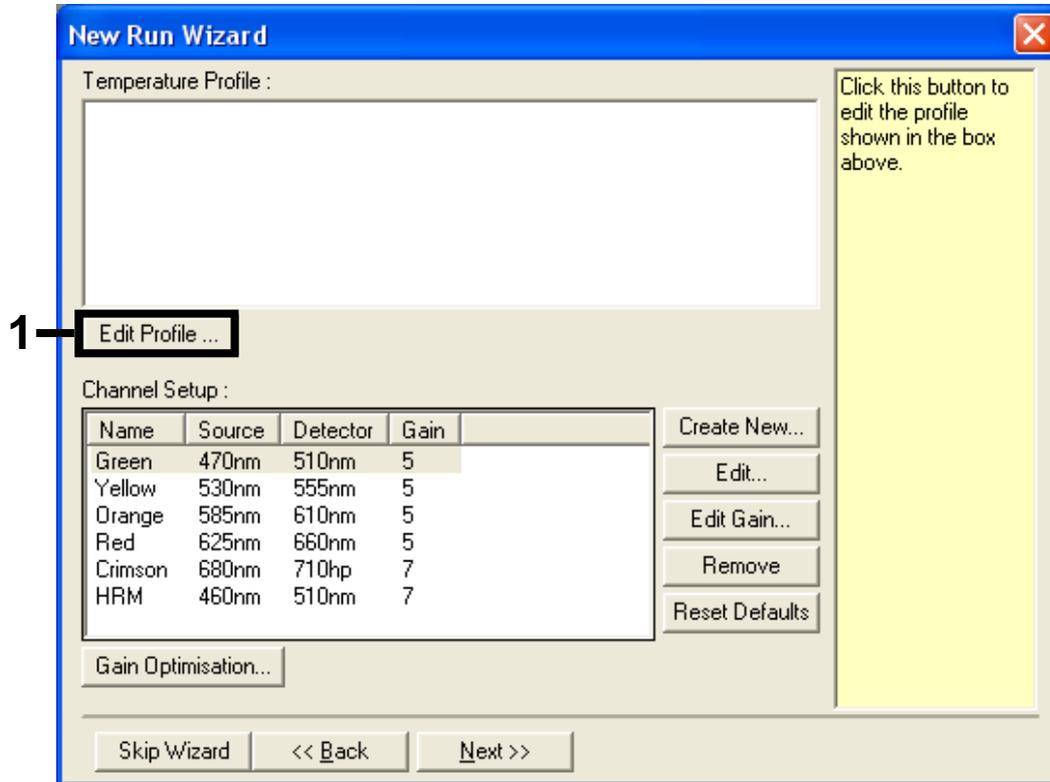

Figura 23. Modifica del profilo (1).
5. Fare clic sul pulsante "Edit Profile" (Modifica profilo) nella finestra di dialogo "New Run Wizard" (Creazione guidata nuova seduta) (Figura 23), quindi controllare i parametri della seduta sulla base delle informazioni fornite nei seguenti passaggi.